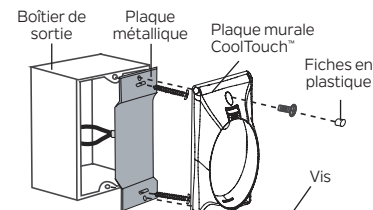

Fig. 20A
Étape 2. Installez la plaque métallique et la plaque murale CoolTouch™ sur la boîte de sortie murale existante à l'aide des 4 vis fournies. Insérez les deux bouchons en plastique dans la plaque murale. (Fig. 20A)